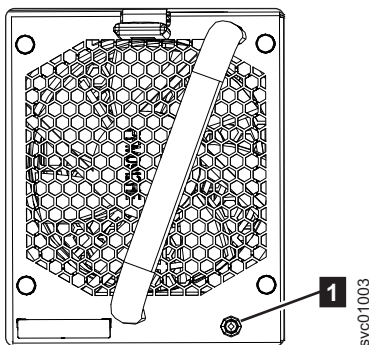

Figura 120. LED do módulo de ventilador
1. Identifique o módulo de ventilador a ser substituído. Quando aceso, o LED âmbar na parte frontal do módulo de ventilador (**1** em Figura 120) identifica uma falha.